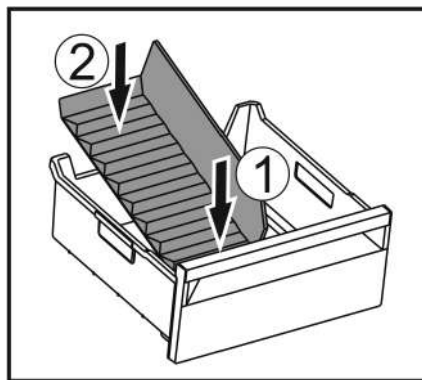

Fig. 146
- ▶ Umetnite prednji dio pregrade ladice za led. Fig. 146 (1)
- ▶ Spustite stražnji dio pregrade ladice za led do dna ladice. Fig. 146 (2)